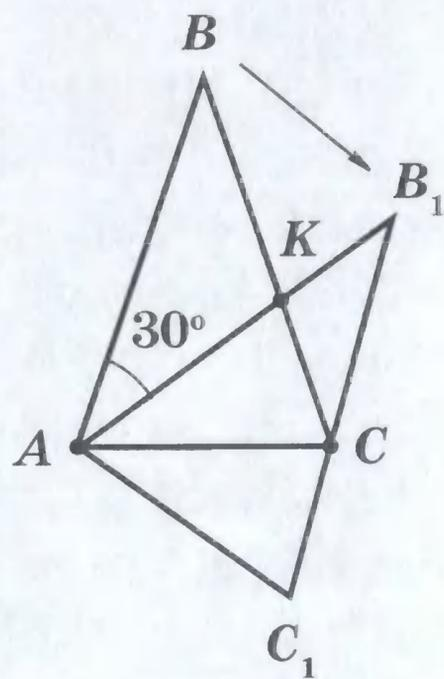

Рис. 1
7. Равнобедренный треугольник ABC с основанием AC поворачивают вокруг точки A на угол 30° , при этом точка B переходит в точку B_1 , точка C — в точку C_1 , а отрезок B_1C_1 проходит через точку C (рис. 1).